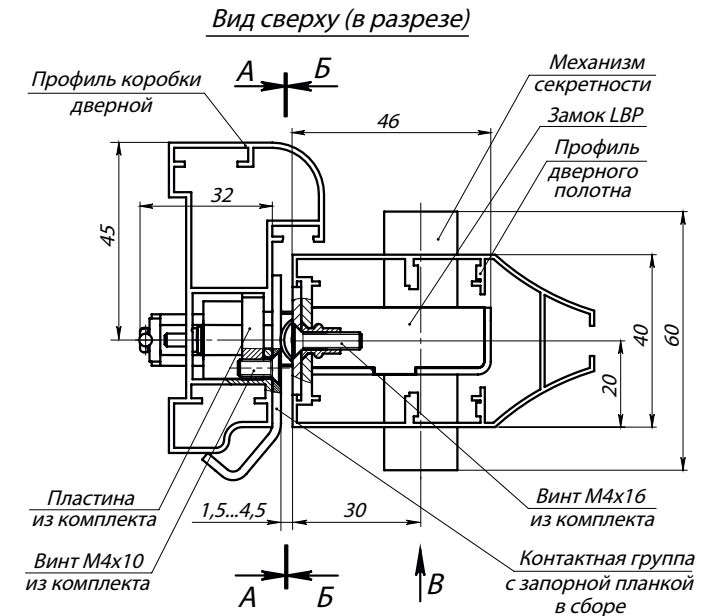

Рис. 2. Замок с контактной группой PERCo- BP1 в сборе (виды А, Б и В изображены на установочных шаблонах)
- профили дверного полотна Т34, Т53, Т81, Т85 и профиль дверной коробки Т72-14 (ООО «Петралюм»), или аналогичные им по своему сечению (см. рис. 2).
3. **Для замка с запорной планкой PERCo-BP1.** Установите замок (1) в заранее подготовленный паз в профиле дверного полотна и закрепите его двумя винтами M4x16 (5) из комплекта поставки (см. рис. 2).
- **Для запорной планки PERCo-BP1.** В профиль дверной коробки установите две пластины из комплекта поставки и зафиксируйте их винтами M4x10 (см. рис. 2). Установите запорную планку (6) в сборе с контактной группой (7) в заранее подготовленный паз в профиле дверной коробки. Закрепите запорную планку двумя винтами M4x10 (9) из комплекта поставки.
- **Для запорной планки PERCo-BP2.** Установите запорную планку (6) в сборе с контактной группой (7) в заранее подготовленный паз в профиле дверной коробки. Подложите под точки крепления запорной планки стойки из комплекта, после чего закрепите ее на профиле дверной коробки двумя винтами M4x25 (9).